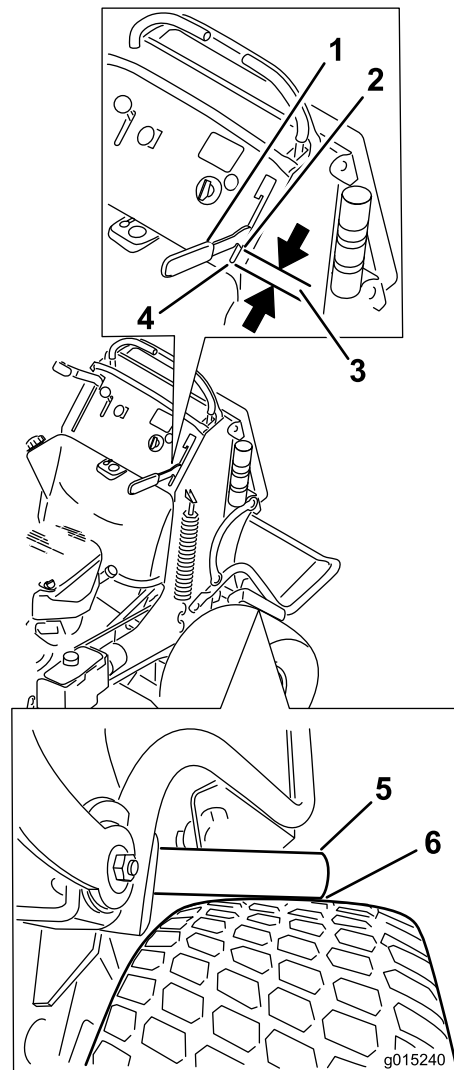

図 62
4. ブレーキ・レバーを操作して、ブレーキ・バーがタイヤに最初に接触するところで止める（図 62）。
5. ブレーキ・バーがタイヤに接触している状態で、ハンド・レバーの前面から、コントロール・パネルのスロットの終点までの距離を測る。この距離が 19 mm であれば適正。必要に応じてブレーキを調整する（図 62）。